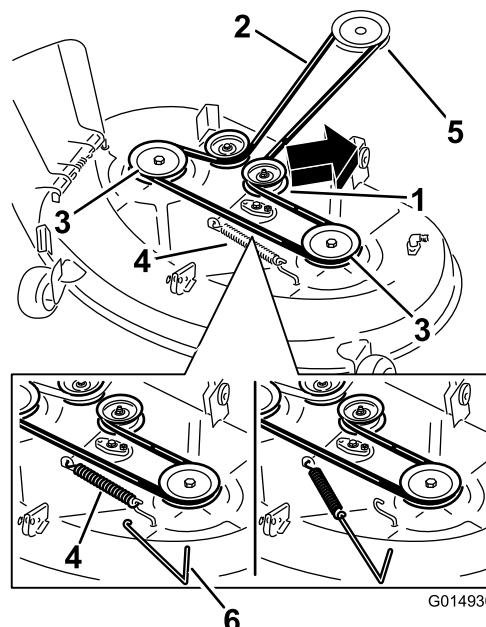

Figura 60
4. Usando una herramienta para la retirada de muelles (Pieza Toro N° 92-5771), retire el muelle tensor del gancho de la carcasa para eliminar la tensión de la polea tensora, y retire la correa de las poleas (Figura 60).
5. Pase la correa nueva alrededor de las poleas del motor y del cortacésped (Figura 60).
6. Usando una herramienta para la retirada de muelles (Pieza Toro N° 92-5771), instale el muelle tensor sobre el gancho de la carcasa y tense la polea tensora y la correa ((Figura 60)).